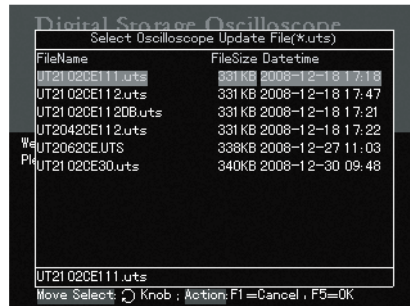

图5-2
- 3、在图5-1所示中，按下[F5]键，进入程序升级操作，如果用户U盘根目录下只有一个升级程序包，直接进入第四步，否则将弹出图5-2所示升级文件选择界面，调节拨盘选择所需文件，按[F5]确认选中升级文件，按[F1]退出升级。